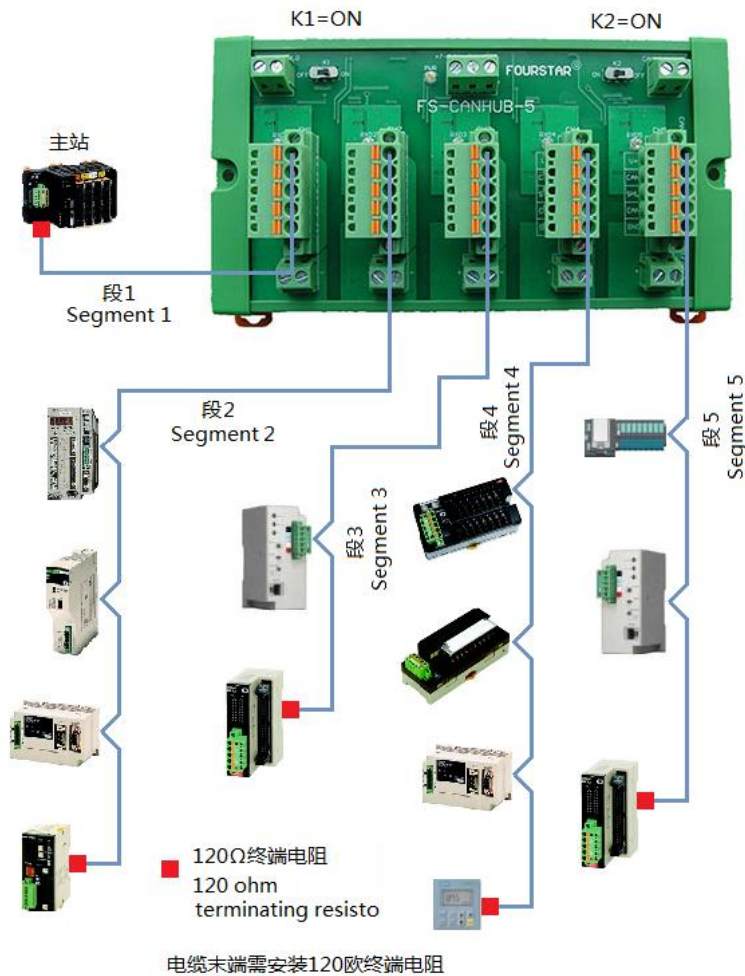

图 2-1 用集线器实现 CAN 总线星型网络拓扑结构
2.1、集线器功能：改变CAN总线网络总线型拓扑结构，实现星形及混合型的网络拓扑结构，方便布线，也易于判断网络故障。如图2-1所示。